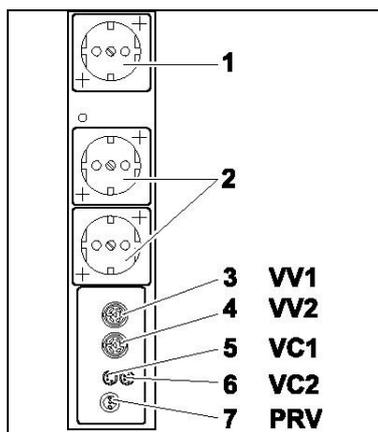

Fig. 10: prese sul modulo di controllo
1. Collegare la presa di segnale del controllore di vuoto e la presa VC1 (fig. 10/5) del modulo di controllo con il cavo fornito.
2. Se si utilizzano due controllori di vuoto, collegare la presa di segnale del secondo controllore di vuoto e la presa VC2 (6) del modulo di controllo.
3. Inserire la spina di rete del controllore di vuoto nella presa (2) del modulo di controllo.
4. Se si utilizzano due controllori di vuoto, inserire i connettori delle valvole di vuoto nelle porte VV1 (3) e VV2 (4) del modulo di controllo.
5. Inserire il connettore della valvola di riduzione della pressione nella presa PRV (7) del modulo di controllo.
6. Inserire il collegamento di rete della pompa nella presa contrassegnata (1) del modulo di controllo.
2. Inserire il connettore della valvola del liquido refrigerante nella presa VV1 (v. fig. 10/3) del controllore di vuoto.